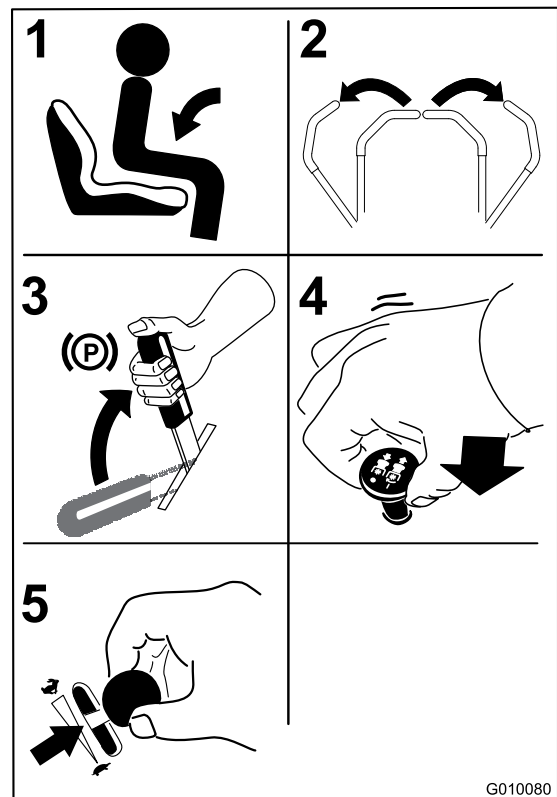

Bild 18
1. Setzen Sie sich auf den Sitz (Bild 18) und legen Sie den Sicherheitsgurt an.
2. Stellen Sie die Fahrtriebshebel in die arretierte Leerlauf-Stellung (Bild 18).
3. Aktivieren Sie die Feststellbremse (Bild 18); siehe Aktivieren der Feststellbremse“.
4. Stellen Sie den Zapfwellenantriebsschalter (ZWA) auf die Aus-Stellung (Bild 18).